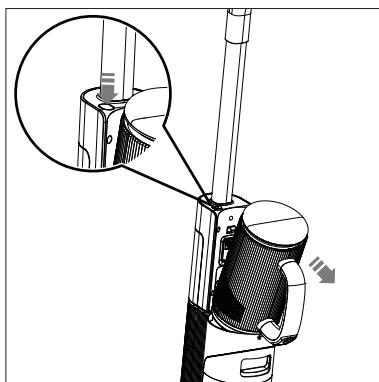

Afb. 20 – Leiding reinigen
- ▶ Reinig de vuilwaterleiding naar de reinigingsvoet met de meegeleverde reinigingsborstel (**zie Afb. 20**).